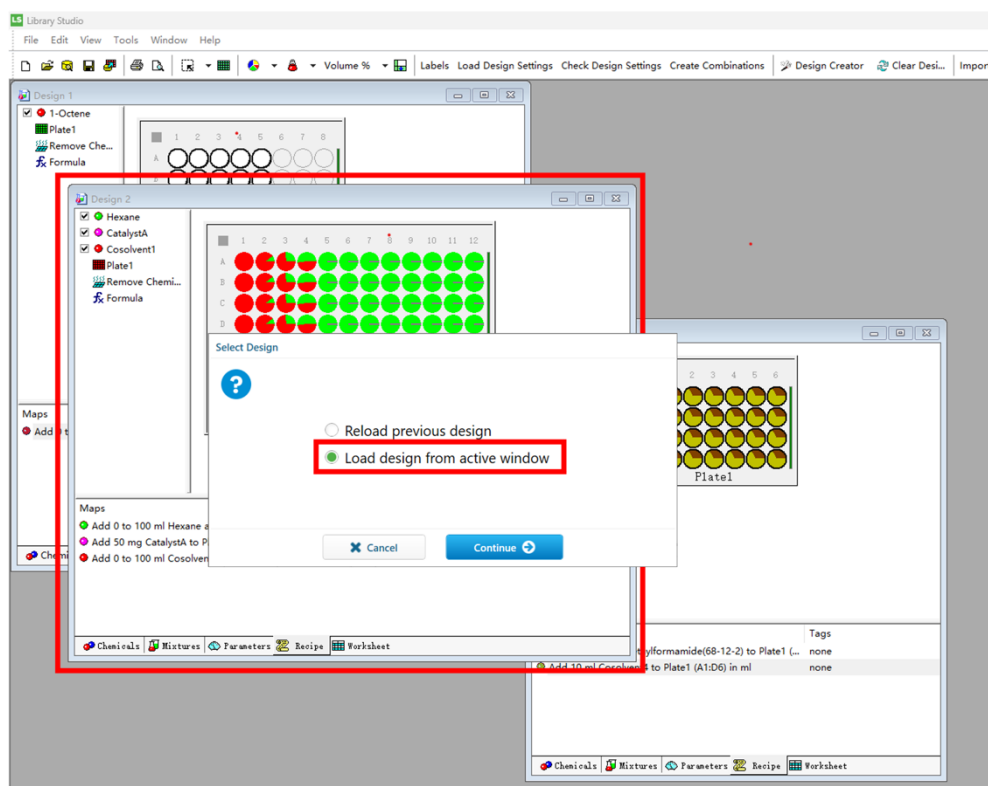

图 6-2-10
5) 进入 Design Creator：确认无误后，点击上方 Toolbar 中的 **Design Creator** 按钮，会跳出“Select Design”窗口（图 6-2-10），选择“Load design from active window”进入下一步操作。若此时 Library Studio 软件中有多个 Design 窗口打开，请务必确认接下来要使用编辑的窗口被选中并在最上层，或者处于最大化
状态（如图 6-2-10 中的 Design 2），再点击 **Design Creator** 按钮。